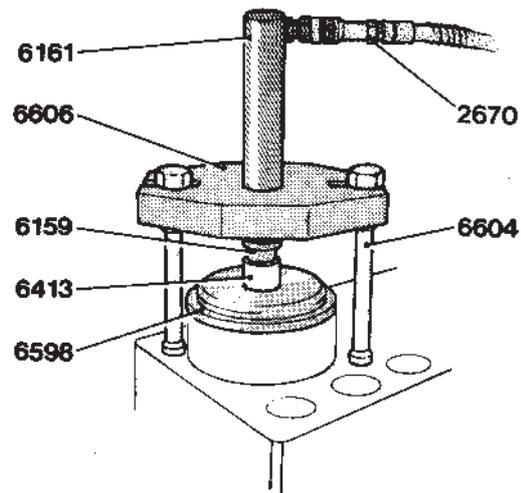

Fig. 67. Enfoncement de chemise de cylindre
8. Placer la plaque de pression 6598 sur la collerette de chemise avec la pièce intermédiaire 6413, voir la figure 67. Monter le vérin hydraulique 6161, le joug 6606, l'outil 6159 et les vis 6604. Brancher la pompe hydraulique 2670 et enfoncer la chemise de cylindre à fond.